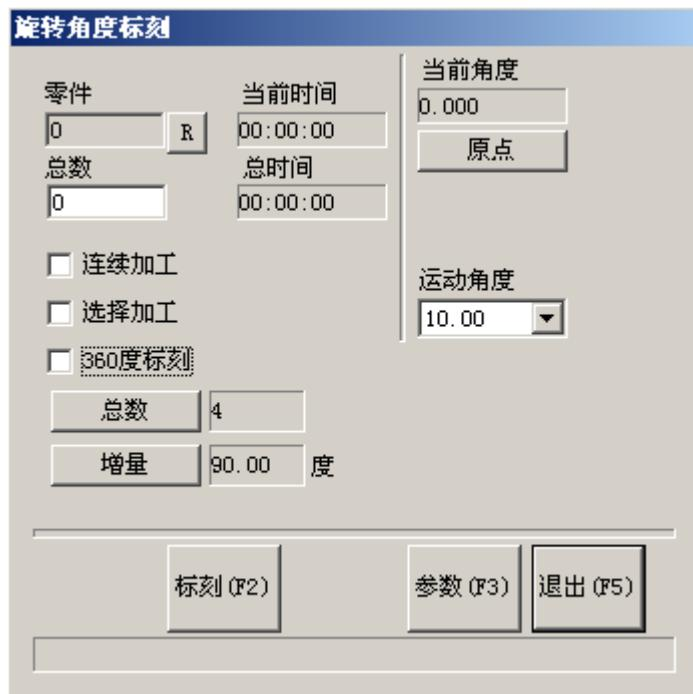

图 8-6 旋转角度标刻界面
在“旋转角度标刻 2”中增加了“360 度标刻”选项，其它参数调节与“旋转角度标刻”相同。如图 8-6 所示
2. 打开“激光”——“旋转角度标刻 2”，弹出图 8-6 所示对话框。